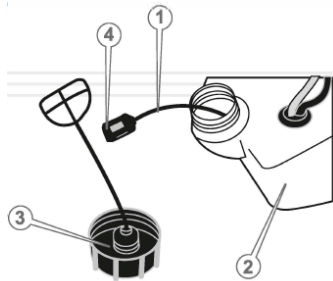

Рисунок 3. Схема обслуговування паливного бака та фільтра.
6.4 Обслуговування свічки запалювання та її заміна (рис. 3).
1. Очистити поверхню навколо заливної горловини паливного бака та кришку (3, рис. 3) від пилу і бруду.
2. Відкрутити кришку заливної горловини паливного бака (2, рис. 3).
3. Витягнути паливний фільтр (4, рис. 3) із паливного бака.
4. Від'єднати паливний фільтр від паливопроводу (1, рис. 3).